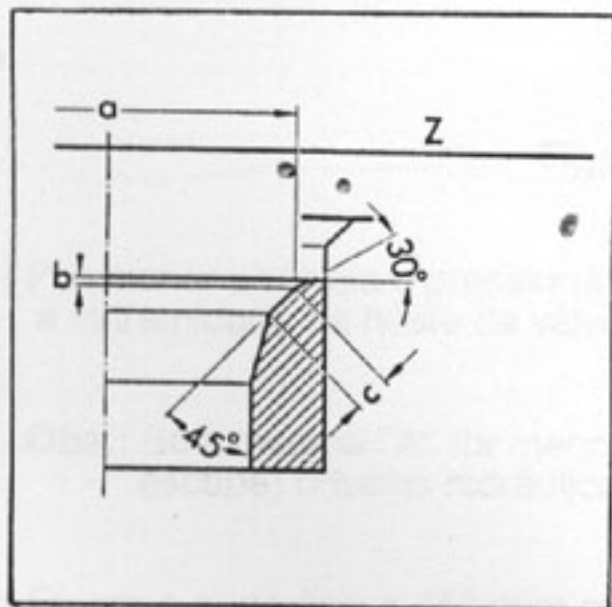

Fig.63-Sede de Válvula de Admissão
#### Admissão (fig.63)
## Cálculo da medida máxima permitida para fresagem ("b") - (Fig.63/64)
- Fresar o canto superior da sede de válvulas com a fresa de 30° até atingir a largura ("C") da sede de válvula (fig.63/64).